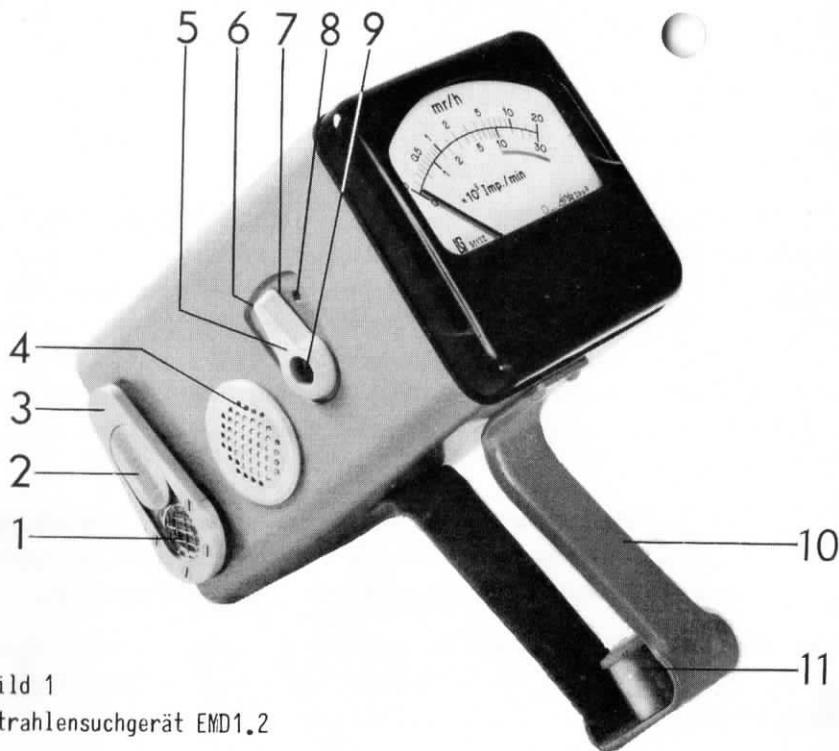
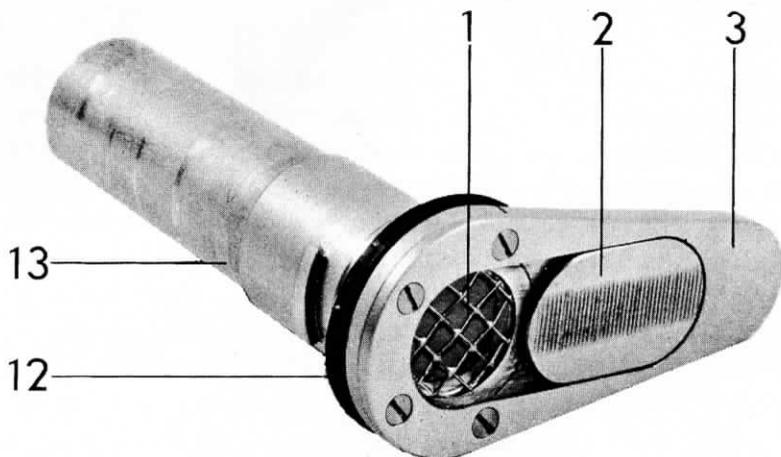
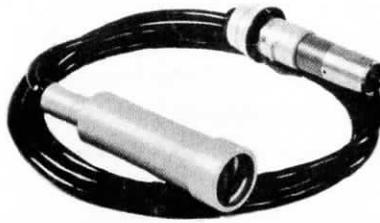

Bild 1
Bild 2 Messkopf, aus dem Gerät herausgenommen
Bild 3
3. Prüfung der Betriebsbereitschaft (Bild 1)
4. Einschalten des Gerätes (Bild 1)
5. Funktionskontrolle (Bild 1)
8.1. Strahlensuche und -messung an schwer zugänglichen Stellen. Der Messkopf mit Zählrohr kann auch ausserhalb des Gerätes betrieben werden. Dann dient zur Verbindung das Sondenkabel (Bild 3). Der Messkopf wird durch eine Vierteldrehung des Hebels (3) (Bild 1) nach links aus seinem Bajonettverschluss gelöst, aus dem Gerät gezogen (Bild 2) und in die Kupplungshülse des Kabels gesteckt. Der Kupplungsstecker des Kabels passt in die am Gerät verbliebene Öffnung (Bild 5).
8.2. Betrieb bei hohem Geräuschpegel Erschweren beim Gerät EMD1.2 hoher Geräuschpegel oder räumliche Verhältnisse das Abhören des Lautsprechers oder wird beim Gerät EMD1.1 (ohne Lautsprecher) eine akustische Anzeige gewünscht, so kann ein Kopfhörer (Bild 4) angeschlossen werden. Der Stecker der Anschlussschnur wird in die im Schalter (5) befindliche Buchse (9) gesteckt (Bild 1).